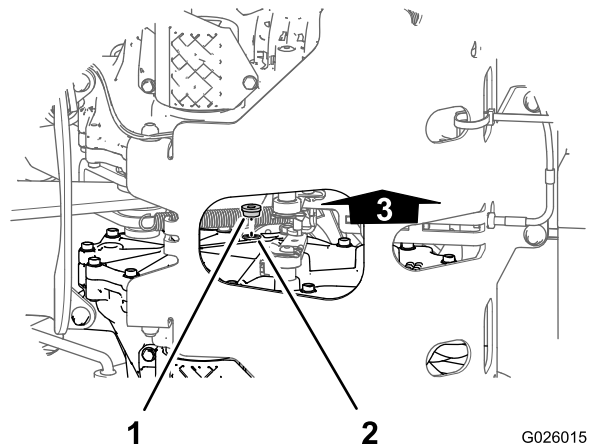
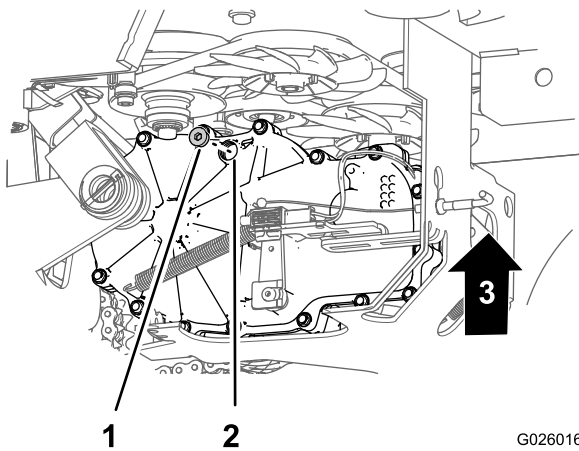

Figure 60
Figure 61
2. Placez un bac de vidange sous les bouchons de contrôle des transmissions (Figure 60 et Figure 61).
3. Sur le côté intérieur de la transmission, près du sommet, enlevez le bouchon de contrôle de l'une des transmissions (Figure 60 et Figure 61).